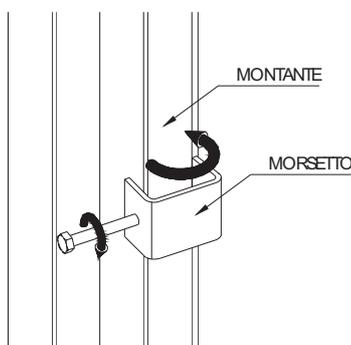
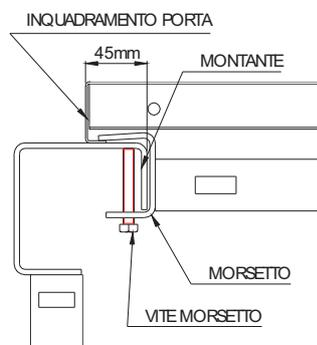

Fig. 16.4
Fig. 16.5
- ✓ Inserire i morsetti a vite tra il montante e l'inquadramento porta come indicato in Fig. 16.4 quindi stringere la vite del morsetto fino alla sua chiusura sull'interno del montante. Al termine del montaggio il morsetto dovrà presentarsi come in Fig. 16.5